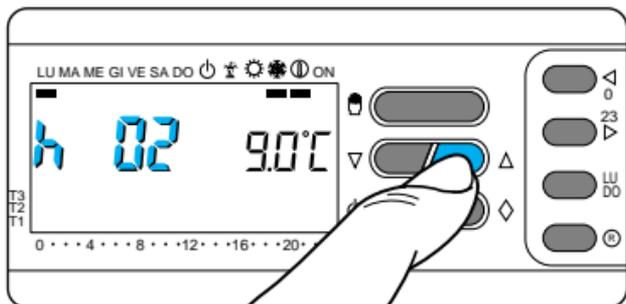

Fig. 57
**10.4** - Pulse el botón ▽ o △ (fig. 57) hasta llegar al número de horas deseado (entre 1 y 99). En el cómputo de las